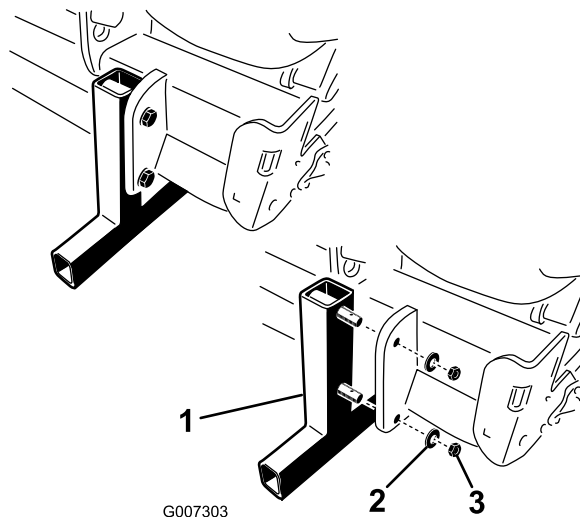

Figura 19
- Inserte los pasadores de seguridad (incluidos en las piezas sueltas) en los pasadores del soporte para almacenamiento (Figura 19).
- Retire las tuercas y las arandelas de freno que sujetan los soportes de almacenamiento al aireador (Figura 19).